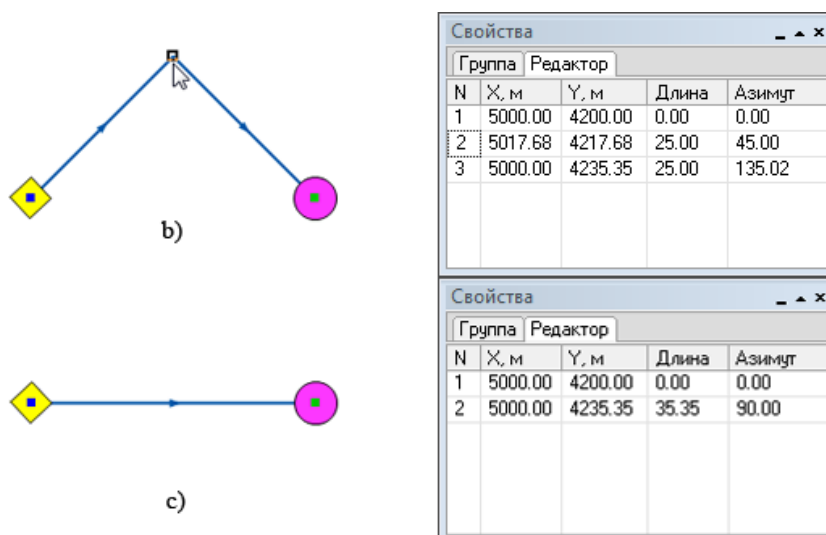

Рисунок 6.10. Удаление точки перелома из Панели свойств
5. Поставить курсор на строку, характеризующую удаляемую точку и нажать на клавиатуре комбинацию клавиш Ctrl+Delete. (смотрите Рисунок 6.10, «Удаление точки перелома из Панели свойств»b);
6. Выделенная точка и строка, соответствующая ей удалится, а отрезок выпрямится (смотрите Рисунок 6.10, «Удаление точки перелома из Панели свойств»с).